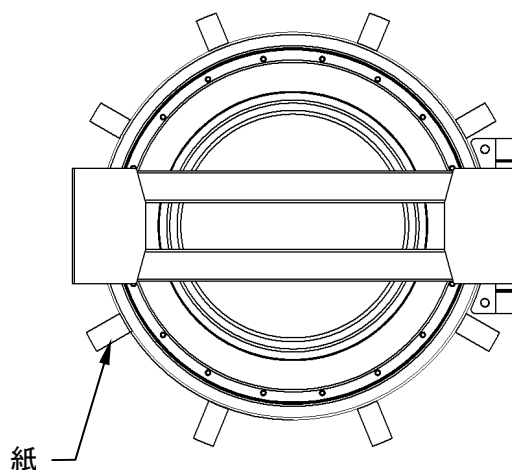
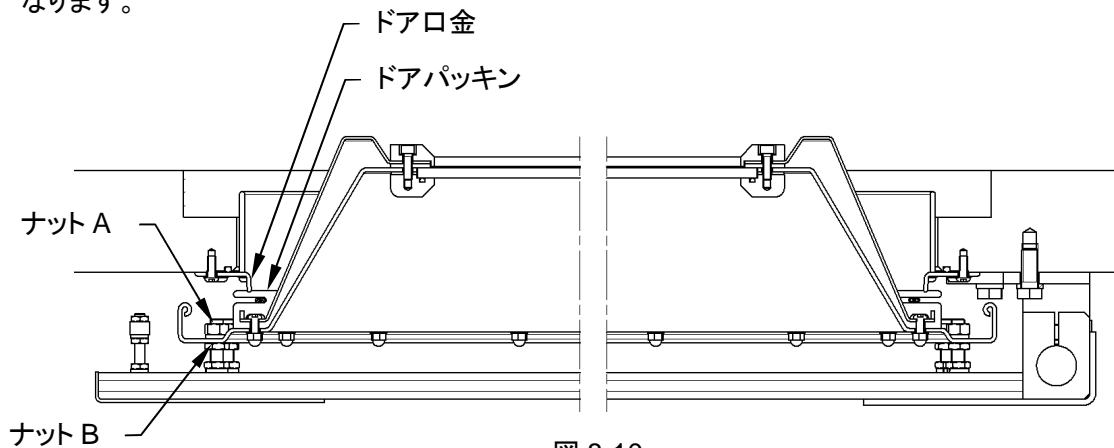
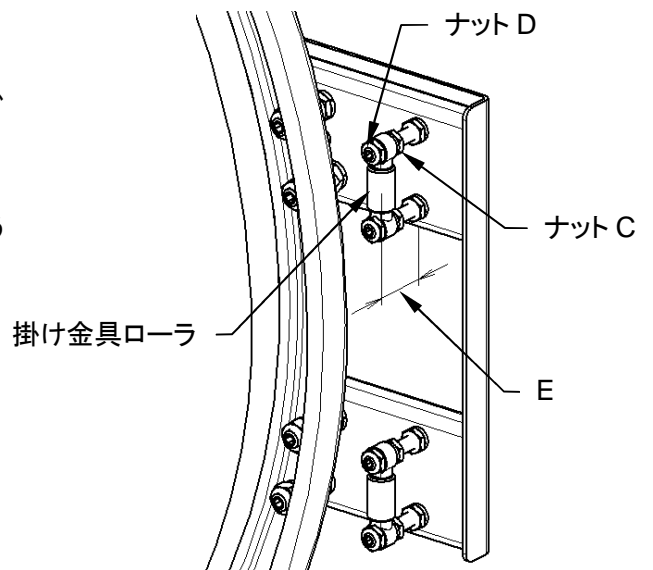

図 8-9
図 8-10
図 8-11
### 8. 3.6 ドアパッキン調整(図 8-9 図 8-10 図 8-11)
- ・ 紙を(図 8-9)の様に水分を十分拭き取られたドアパッキンとドア口金の間に挟みドアを閉めます。
### <ドア側の調整>(図 8-10)
### <ドアロック側の調整>(図 8-11)